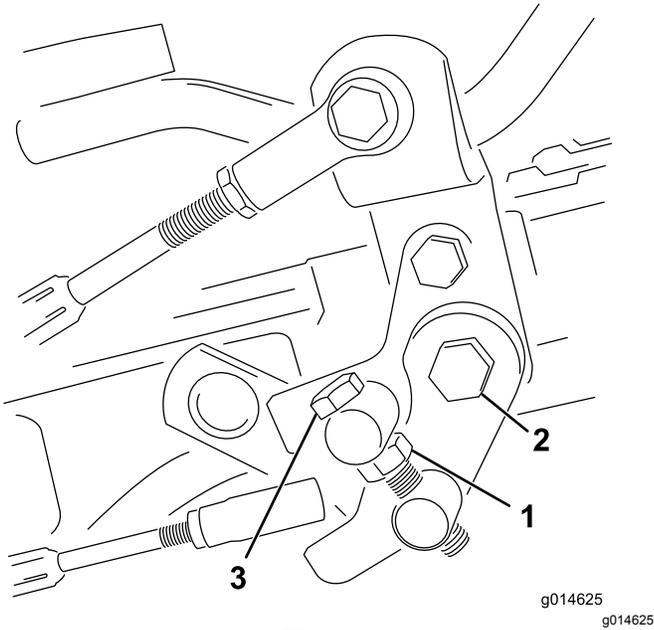

图35
1. 松开枢轴螺栓上的锁紧螺母图35。
4. 上紧枢轴螺栓上的锁紧螺母和踏板枢轴上的螺母锁定调整图35。检查调整情况并按需要调整。